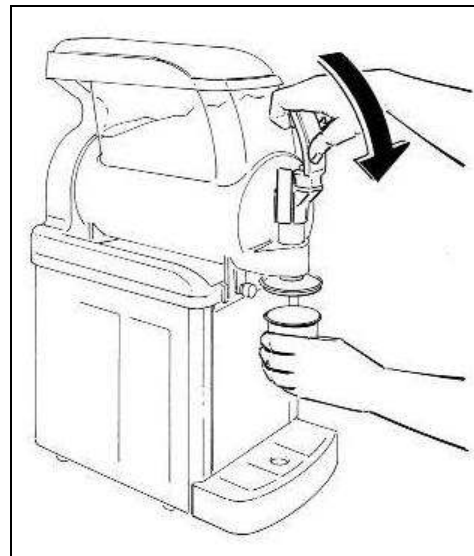

Fig. 8
- Une fois que le produit aura atteint la consistance souhaitée, pour servir, positionner le verre sous le robinet et tirer le levier comme sur la figure 8.